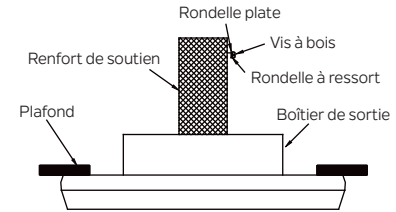

Fig. 11
Étape 1. Enfoncez une vis à bois et des rondelles dans le côté de l'entretoise qui maintient le boîtier de sortie. Laissez 3 mm (1/8") d'espace entre le renfort de support et la rondelle. (Fig. 11)